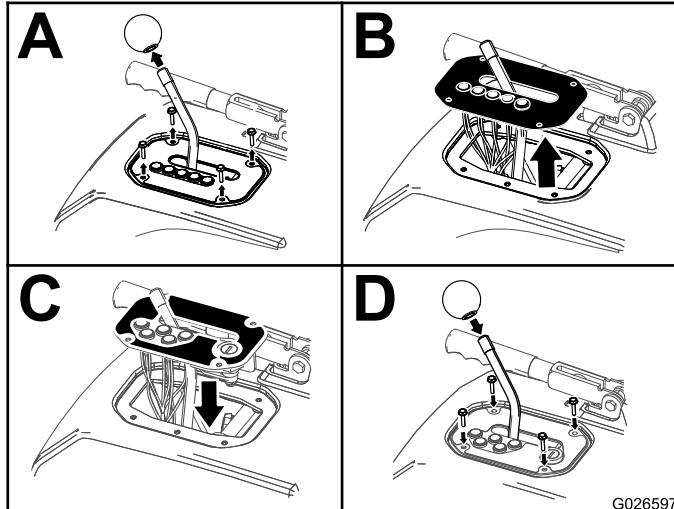

Bild 1
3. Entfernen Sie die vier Schrauben an der Schaltanzeigeplatte (Schritt A in Bild 1).
5. Schieben Sie die Schaltanzeigeplatte über den Ganghebel (Schritt B in Bild 1).
1. Schieben Sie die neue Schaltanzeigeplatte über den Ganghebel (Schritt C in Bild 1).
3. Setzen Sie das Handrad auf den Schalthebel (Schritt D in Bild 1).
4. Befestigen Sie die Schaltanzeigeplatte mit den Schrauben (Schritt D in Bild 1).